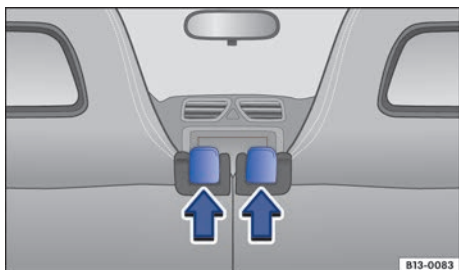

Fig. 75 En el respaldo del asiento trasero: teclas de desbloqueo de los respaldos del asiento trasero.
- Presione la tecla de desbloqueo → **fig. 75** hacia delante y, al mismo tiempo, abata el respaldo hacia delante.